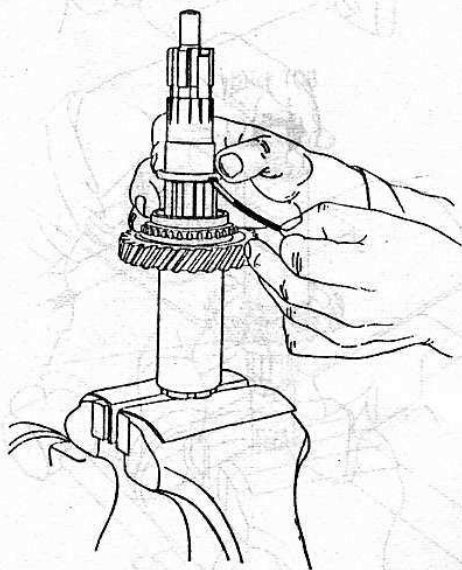

Bild 117
16. Längsspiel des Keils (mindestens 0,1 mm) mit Toleranzband messen (Bild 117).